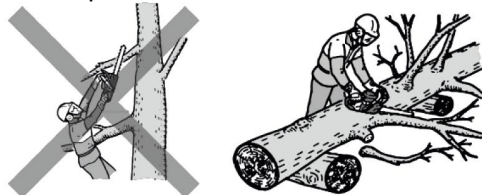

Рисунок 12. Схема обрізання малих гілок.
5.3.5.1 Обрізання малих гілок здійснювати тільки на поваленому дереві згідно зі схемою рис. 12.